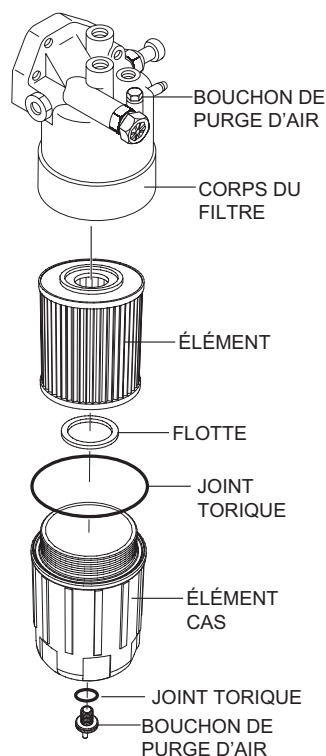

Figure 64. Remplacement du filtre à carburant
1. À l'aide d'une **clé à filtre**, retirez le **boîtier de l'élément** du **corps du filtre à carburant** (Figure 64).
2. Essuyez l'intérieur du **corps du filtre** (Figure 64) avec un chiffon propre pour enlever tout corps étranger ou débris qui pourrait s'être accumulé.